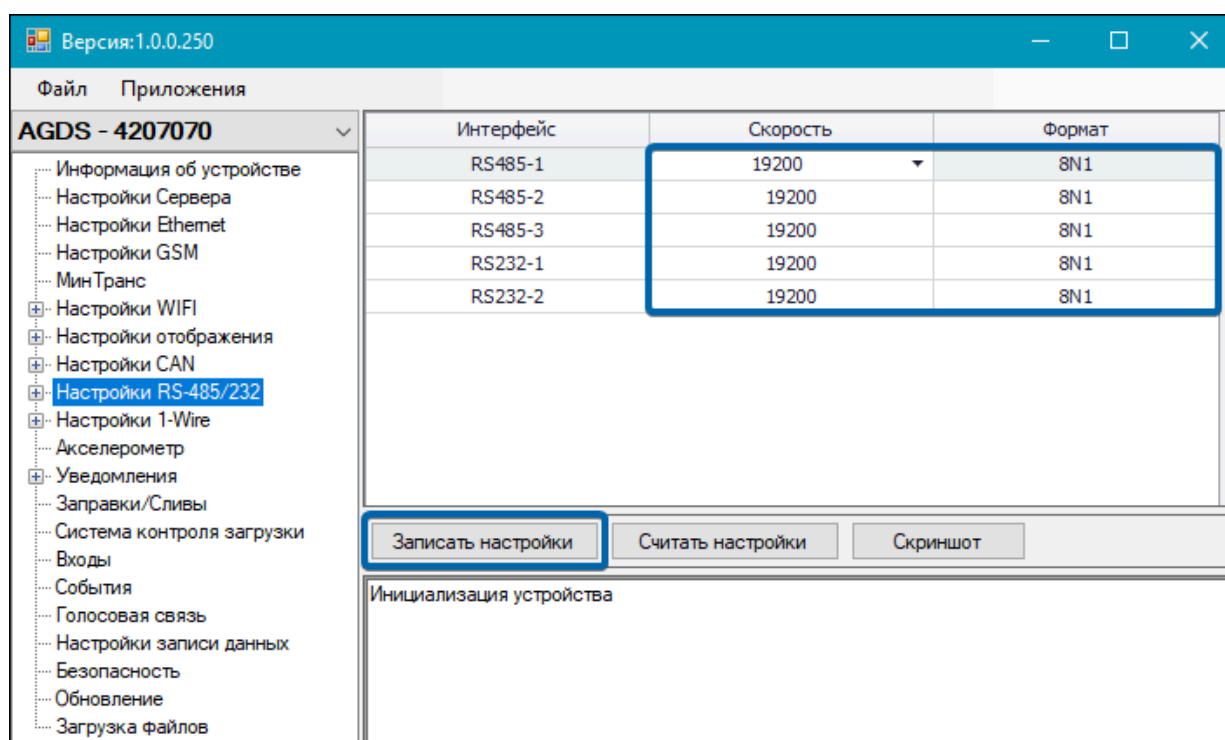

Рис.82. Настройка интерфейса шины RS-485/232
2. Выберите в списке программы-конфигуратора пункт «Настройки RS-485/232» (**Рис.82**).